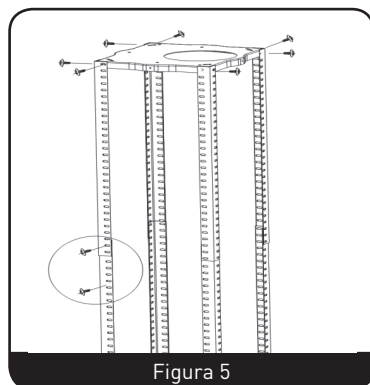

Figura 5
2. Instale los perfiles angulares sobre la placa de fijación y sujételos a esta utilizando 8 tornillos M5. (Figura 5)
3. Extienda los perfiles de aluminio a la longitud deseada y, a continuación, fíjelos en su sitio utilizando los 16 tornillos y tuercas M5, así como sus correspondientes arandelas metálicas. (Figura 5)